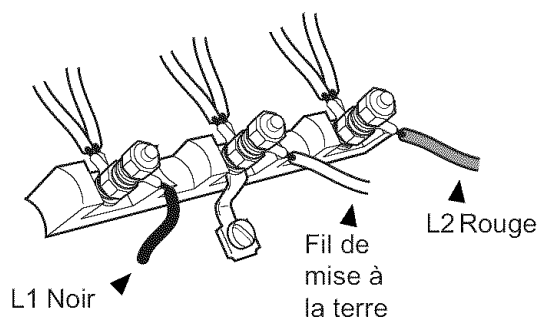

Figure 12 : Connecteur à 3 fils
- **CONNEXION PERMANENTE (BRANCHEMENT FIXE)** - Les appareils peuvent avoir un branchement fixe à l'alimentation. L'installateur doit fournir un conduit aluminium flexible approuvé, format 3/4 po, 6 pi de long maximum. Placer la boîte de jonction à l'arrière et l'appareil et enlever le couvercle. Voir Figure 9. Enlever la vis de retenue du conducteur de terre et plier le conducteur de terre vers le haut. Voir Figure 11. Le conduit doit être installé sur la boîte de jonction à l'aide d'un connecteur de conduit approuvé. Le câblage de l'appareil doit être acheminé à la boîte de jonction par le conduit. Les extrémités de câblage doivent avoir des cosses en boucle 1/4 po, préférablement soudées en place. Faire les connexions sur le bloc de bornes fourni. Fixer de façon sécuritaire de fil de mise à la terre sur la boîte de jonction avec la vis précédemment utilisée pour fixer le conducteur de terre. Voir Figure 12. L'extrémité libre du conduit doit être branché sur la boîte de jonction indiquée dans la zone d'alimentation électrique et de gaz, Voir Figure 3 à la page 9.
2. Fixer le neutre, fil de mise à la terre du circuit d'alimentation, sur la tige centrale du bloc de borne avec un écrou, Voir Figure 12.